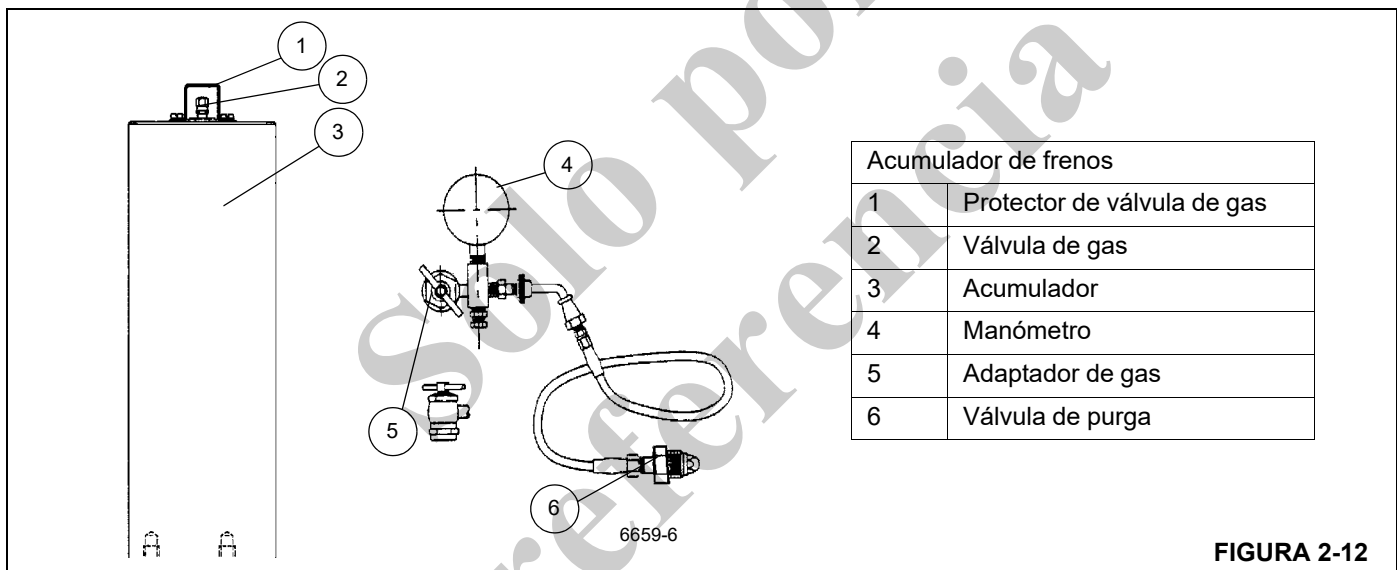

FIGURA 2-12
2. Retire el protector y la tapa de la válvula de gas del acumulador (vea la Figura 2-12).
3. Antes de conectar el conjunto de carga (vea la Figura 2-12) a la válvula de gas, gire completamente la manija en "T" del adaptador de gas en sentido contrario hasta que se detenga.
Si la presión mide 1500 a 1550 psi (103 a 107 bar), retire el conjunto de la válvula de carga girando la manija en "T" completamente en sentido contrario en el adaptador de gas y luego abra la válvula de purga y proceda con el paso 7 (vea la Figura 2-12). Si la presión está baja, prosiga con el procedimiento *Precarga de los acumuladores*, página 2-34.
8. Si la presión de precarga excede el valor indicado en el paso 7, cierre la válvula del cilindro de nitrógeno y lentamente abra la válvula de purga en el conjunto de carga (vea la Figura 2-12) hasta que la presión esté dentro de los límites.